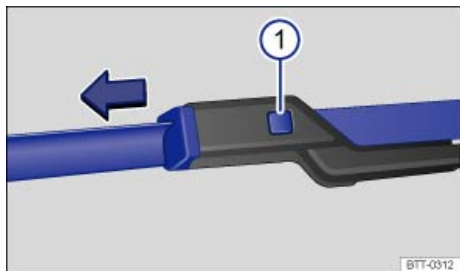

Fig. 245 Cambio de las escobillas del limpiaparabrisas.
- Mantenga presionada la tecla de desbloqueo ⇒ **fig. 245 ①** y tire al mismo tiempo de la escobilla en el sentido que indica la flecha.